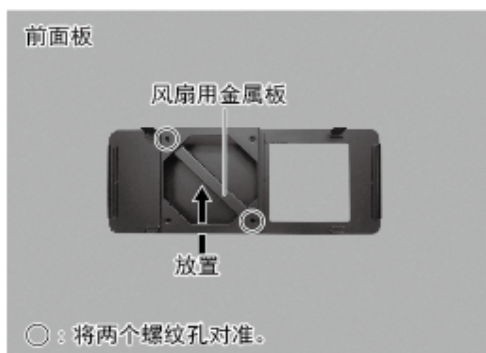

图43
- (9) 如图43所示，将风扇用金属板定位到机箱（前面板）上。